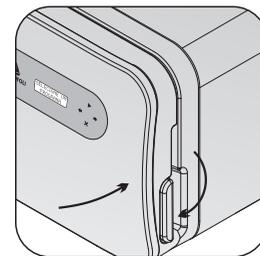

Fig. 7
- e▶ Feche a porta da autoclave pressionando-a contra a câmara (vaso de pressão) e movendo o fecho totalmente para baixo até o final do curso (Figs. 7 e 8).